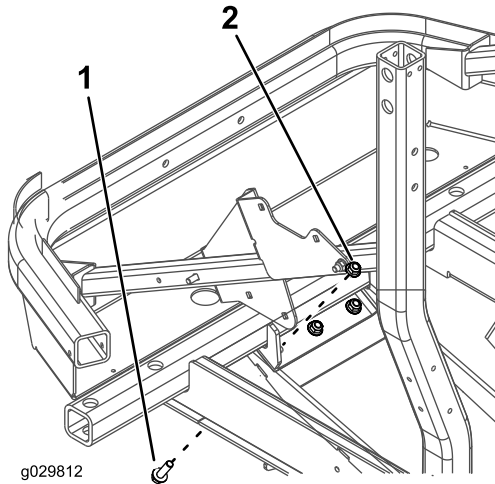

Figure 1
1. Retirez les 3 boulons et les 3 écrous existants de chaque patin (Figure 1).